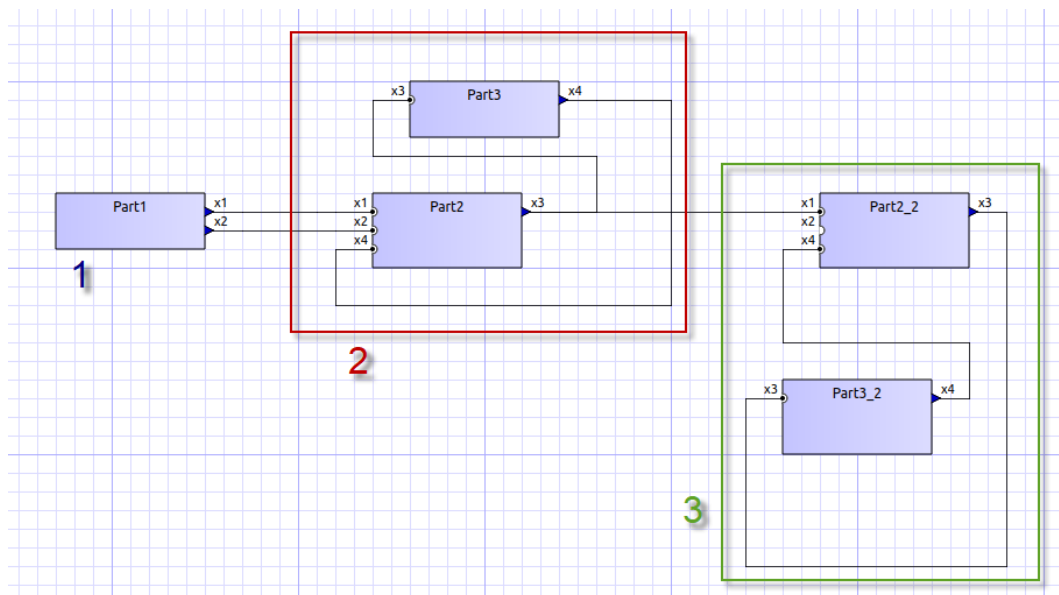

Abbildung 3. Zyklen in sich wiederholenden Algorithmen
*MasterSim* enthält eine Funktion zur Reduktion des Rechenaufwands, wenn viele FMUs involviert sind und nicht alle direkt miteinander verbunden sind. Abb. Abbildung 3 zeigt ein Simulationsszenario, in dem die Berechnung in drei Stufen ausgeführt werden kann.